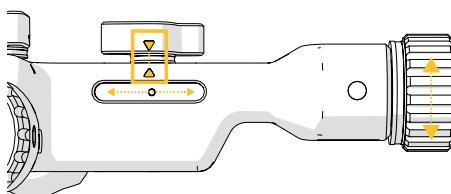

Abbildung 2: Einstellen des Rads für die Pfeilausrichtung.
- ✓ Stellen Sie vor dem Einrichten des Präzisions-Zielsystems die Drehknöpfe so ein, dass die eingezeichneten Pfeile in Abbildung 2 und 3 übereinstimmen.
3. Stellen Sie die Linear-Einstellknöpfe so ein, dass die eingezeichneten Pfeile in Abbildung 2 übereinstimmen. Die Grundposition des Arms wird durch Ausrichten der Pfeilspitzen erreicht.